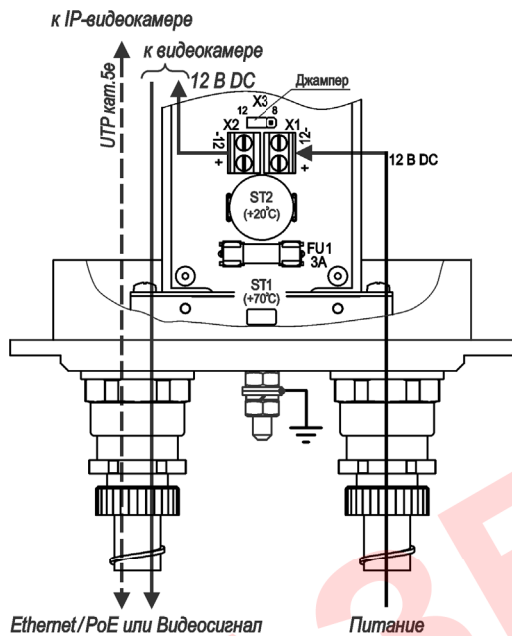

Рисунок 9 – Подключение ТГБ-8Г Ex-12
*** Предприятием-изготовителем в ТГБ-8Г Ех-24/12, ТГБ-8Г Ех-220/12 джампер Х4 (Х7) установлен в положение «25» – мощность обогрева 25 Вт, для изменения мощности на 17 Вт джампер необходимо переставить в положение «17» (см. рисунки 3 и 4), в ТГБ-8Г Ех-12 джампер Х3 установлен в положение «12» – мощность обогрева 12 Вт, для изменения мощности на 8 Вт джампер необходимо переставить в положение «8» (см. рисунок 9).